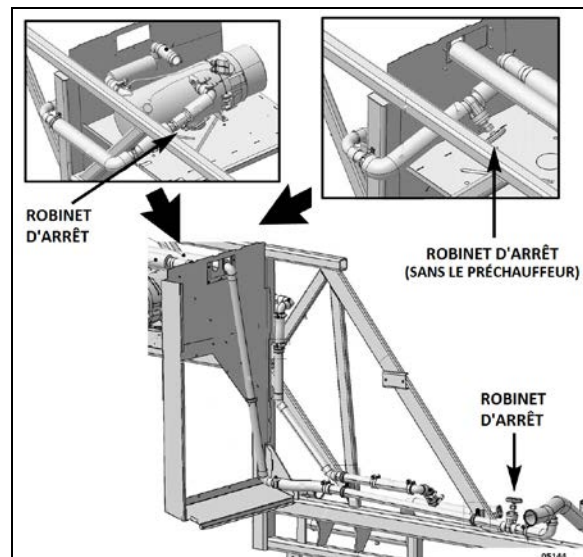

FIGURE 15 : SOUPAPES D'ARRÊT DE CANALISATION DE CHAUFFAGE
5. Brancher l'extracteur du liquide de refroidissement (Figure 15) et l'utiliser pour vidanger le liquide de refroidissement du moteur. Une autre méthode consiste à vidanger le liquide de refroidissement dans un récipient approprié à l'aide du tuyau de vidange.